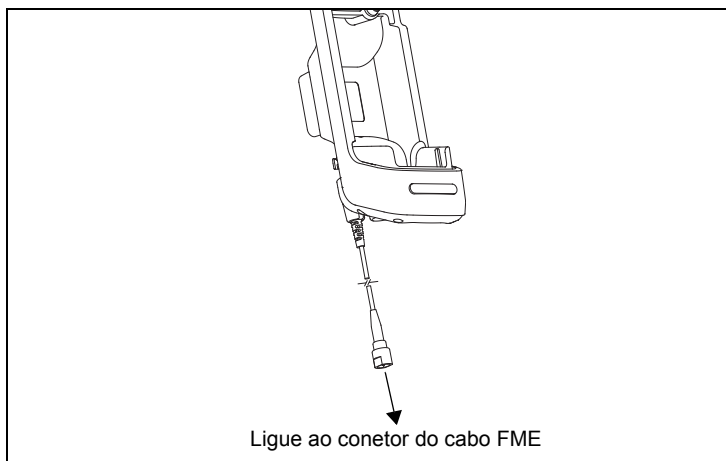

Figura 6: *Ligação do Cabo RF da Base ao Conector do Cabo FME*
6. Ligue o cabo FME de 1 m da entrada "CAR KIT" do duplexer ao cabo RF da base. Consulte a Figura 6.